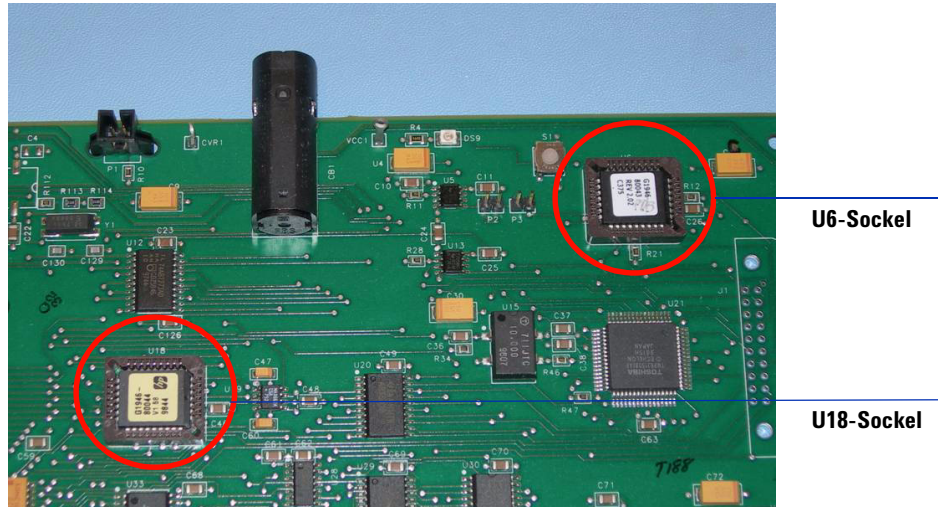

Abbildung 3 Entfernen Sie die U6- und U18-Chips aus ihren Sockeln
- 8 Entfernen Sie die Chips von den Sockeln U6 und U18 genauso wie den Chip der Analyzer-Platine. Siehe Abbildung 3.